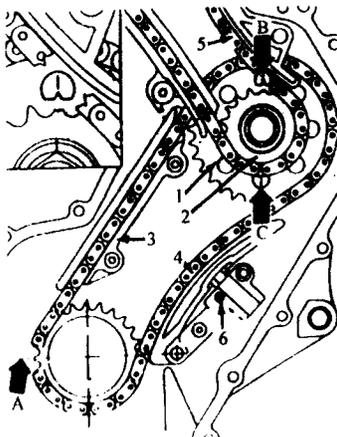

图 1-7 VR6 发动机正时链标记
3) 根据拆卸时标记的位置安装双列链条, 安装链条张紧装置。以  $15\text{ lbf} \cdot \text{ft}$  ( $20\text{ N} \cdot \text{m}$ ) 的力矩紧固螺栓。**注意:** 中间轴上的标记一定要与止推垫圈上的切口 B、C 成一线 (图 1-7)。